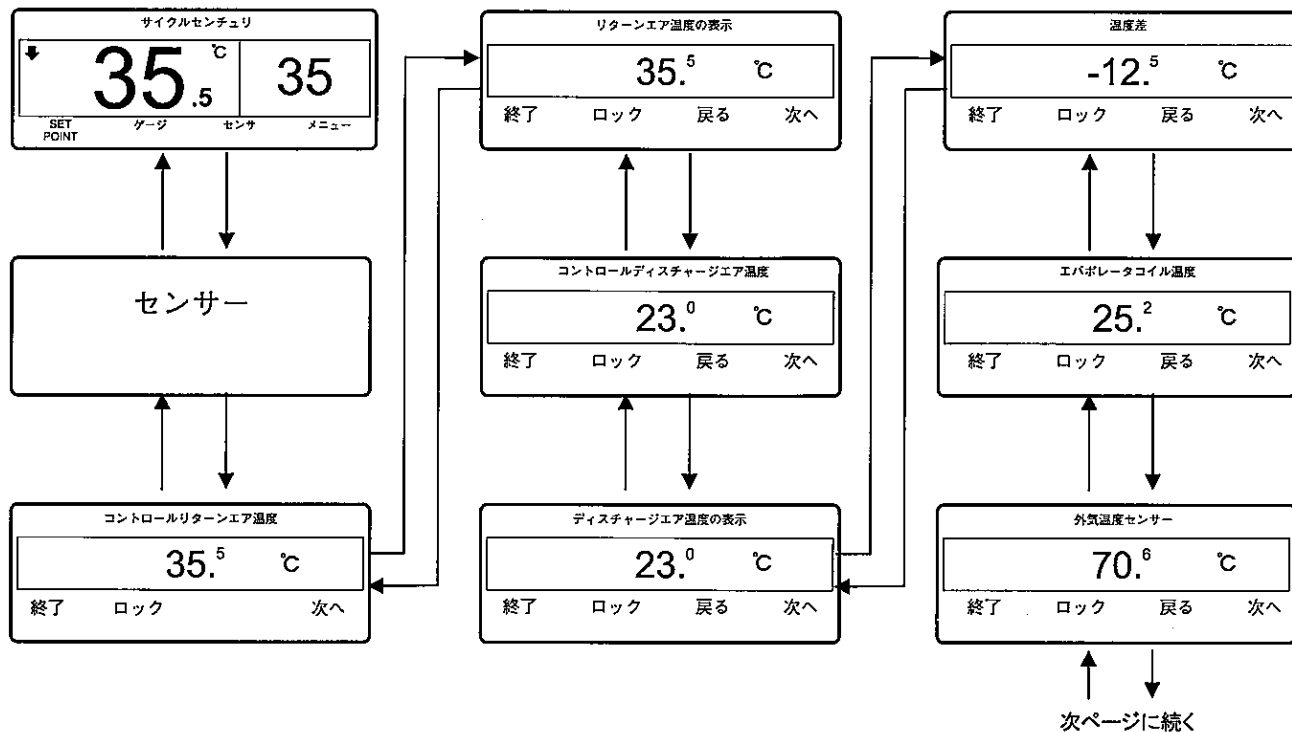
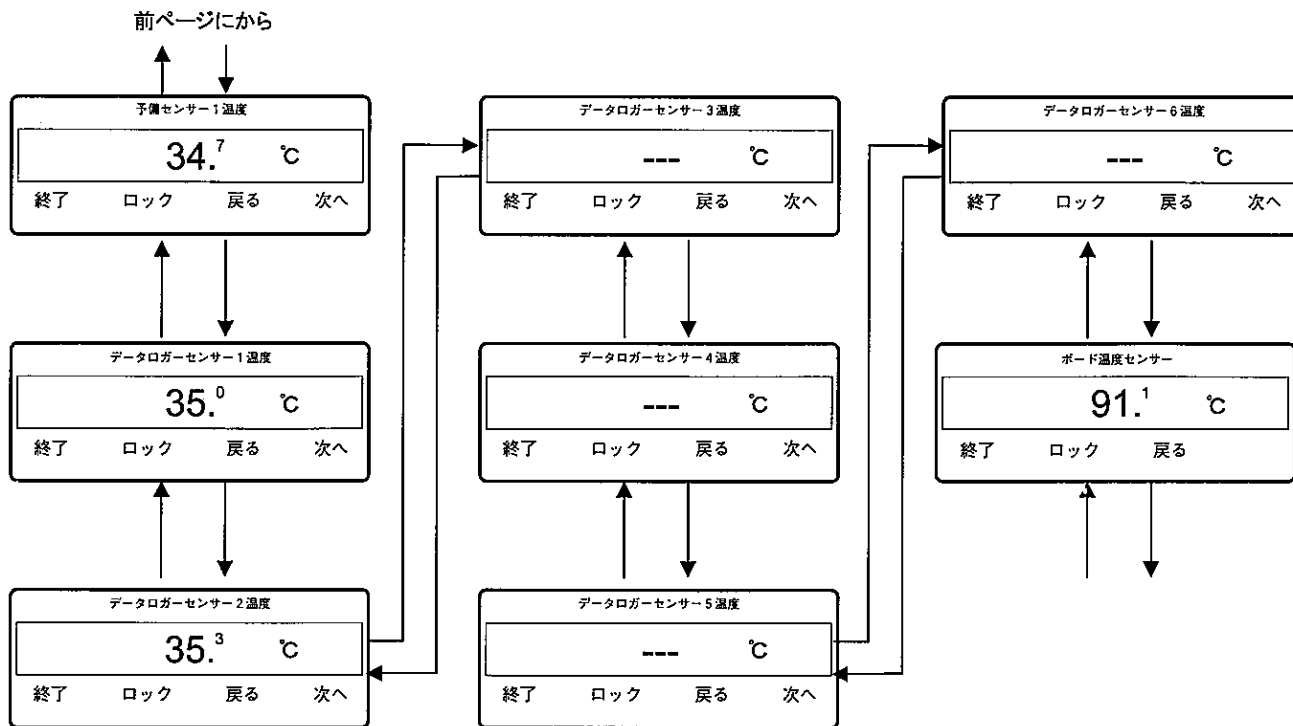

図33：センサー確認のスクリーン・シーケンス（次ページに続く）
図34：センサー確認のスクリーン・シーケンス（前ページに続く）
3. 以下のセンサーをスクロールするには、戻るまたは次へのソフト・キーを押してください。制御吸込空気温度、表示吸込空気温度、制御吹出空気温度、表示吹出空気温度、温度ディファレンシャル、エバポレーター・コイル温度、外気温度、スベア1の温度、オプションのデータロガー温度センサー1～6および基盤温度センサー。図33と図34を参照してください。30秒以内にいずれのキーも押されない場合、スクリーンは標準ディスプレイに戻ります。